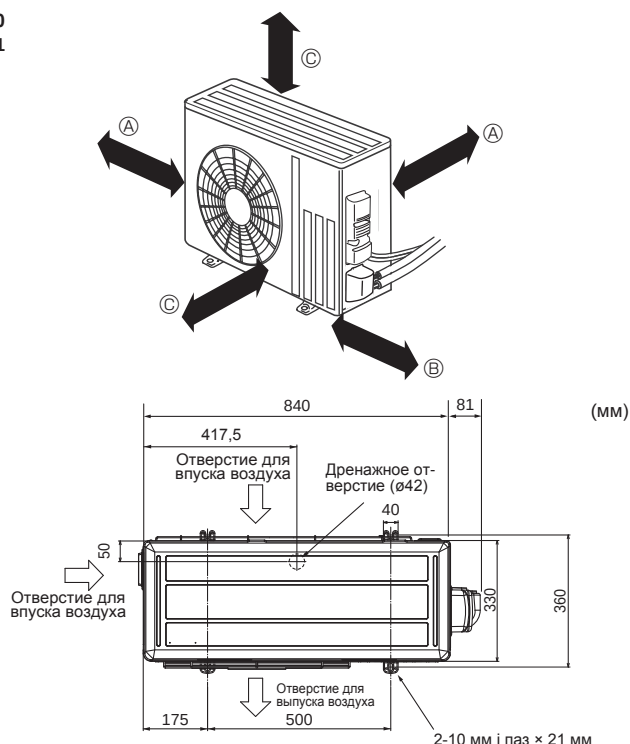

Fig. 3-1
3.1. Наружный прибор (Fig. 3-1)